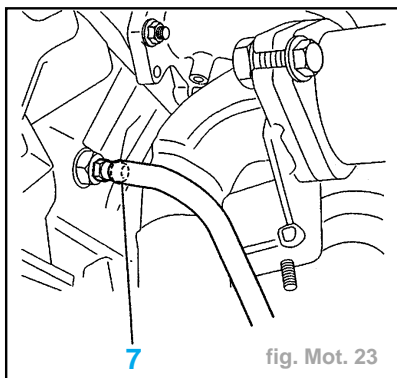

fig. Mot. 23
- Ouvrir la vis de vidange (7) du bloc moteur (fig. Mot. 23).